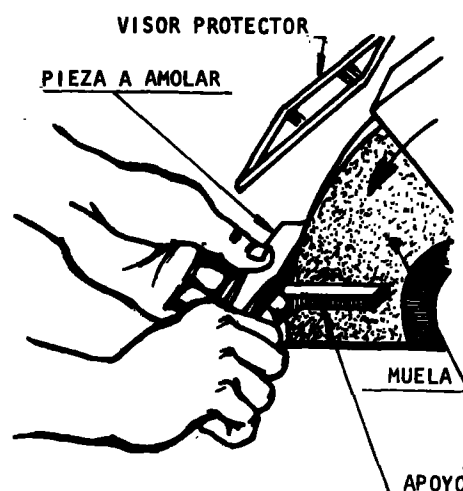

Fig. 2
- b Efectúe el contacto con la muela aproximando la pieza de manera suave y sosteniendo con firmeza (fig. 2).